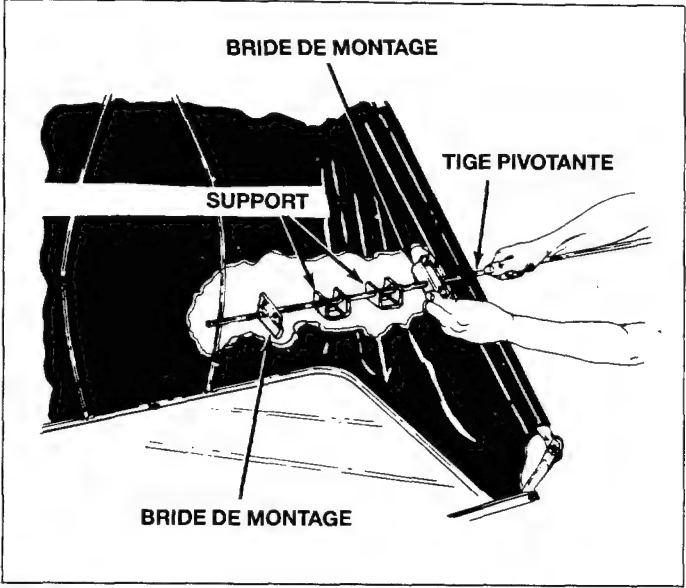

Fig. 23
13. Laissez glisser la tige pivotante dans le trou de la ferrure supérieure sur laquelle vous venez de percer un trou conformément au point 12. Installez d'abord une bride de montage sur la tige, puis deux supports, et finalement une autre bride de montage, avant d'introduire la tige dans l'autre trou, de l'autre côté du réservoir. Voir la figure 23.